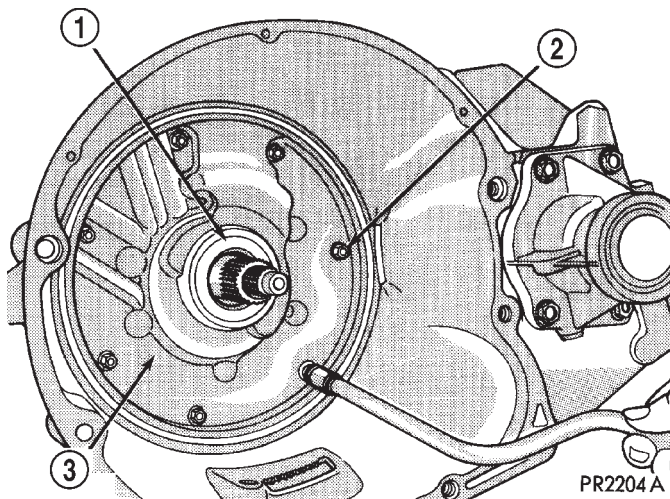

Fig. 26 Pernos de fijación de la bomba de aceite
(26) Retire los pernos de la bomba de aceite al cárter del transeje (Fig. 26).